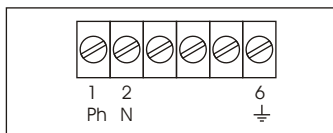

Fig. 5
- Collegare l'alimentazione ai morsetti corrispondenti (fig. 5):